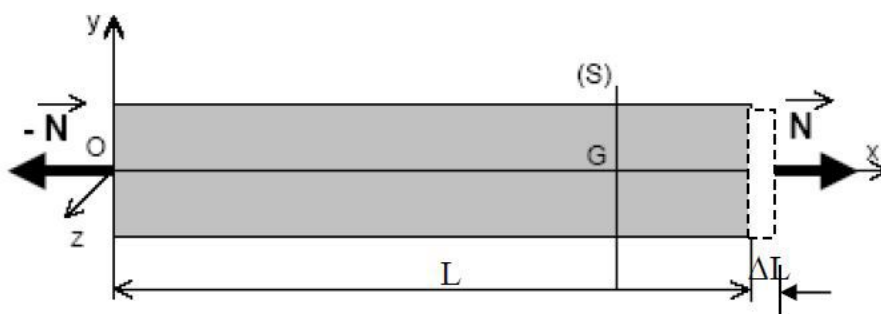

Figure 2.5- Barre homogène soumise à un effort de traction.
• **Cas particulier** : Pour une barre homogène de section constante, si N est constant (Fig. 2.5), l'allongement absolu s'écrit: